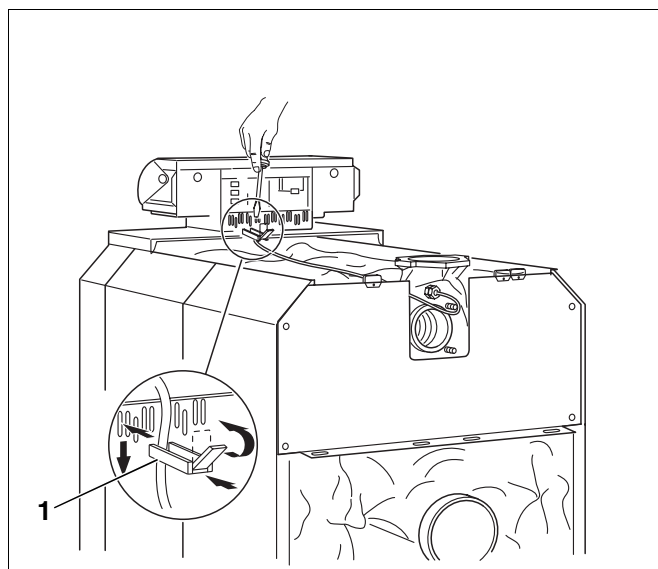

Fig. 64 Fixarea conductorilor electrici
- Colierele cu cablu se introduc în suport și se asigură prin bascularea clapetei (fig. 64, **poz. 1**).